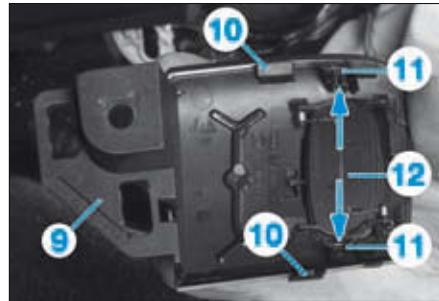

FIG. 20
- Dégrafer le cache (9) de la commande de démarrage en (10), en appuyant simultanément sur les 2 languettes (11) en passant par la trappe d'accès (12) (Fig.20).